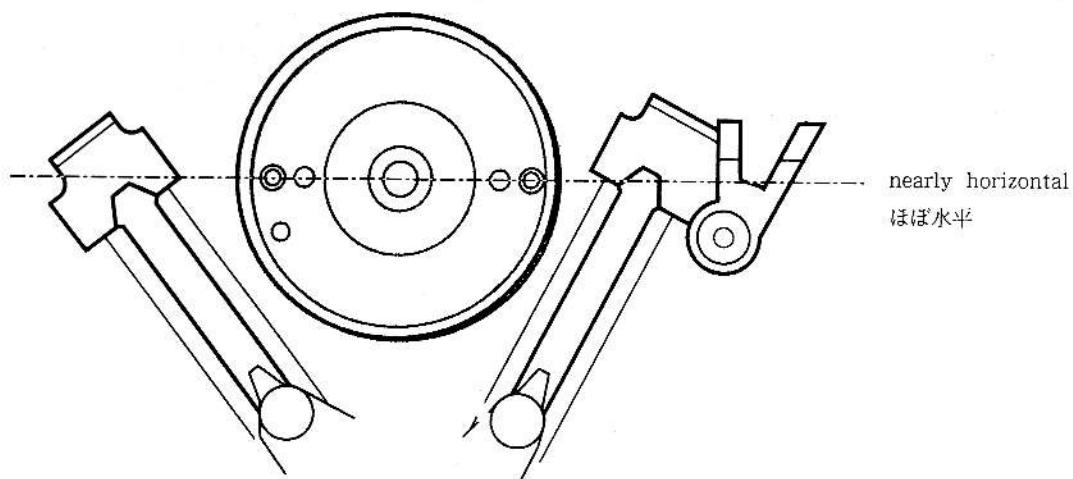
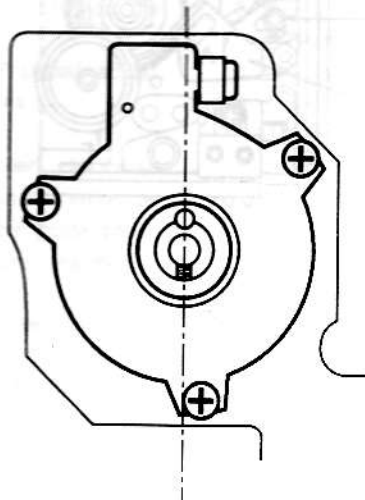

Fig. 2-11
Fig. 2-12
Using the diagrams below as a guide, match part ⑰ and the shaft. The Figure 2-11 shows the alignment when viewing the mechanism assembly from above and the Figure 2-12 shows the alignment viewed from below.
メカ Ass'yを上から見たときに図2-11の位置に、下側から見たときに図2-12の位置になるように取り付けてください。